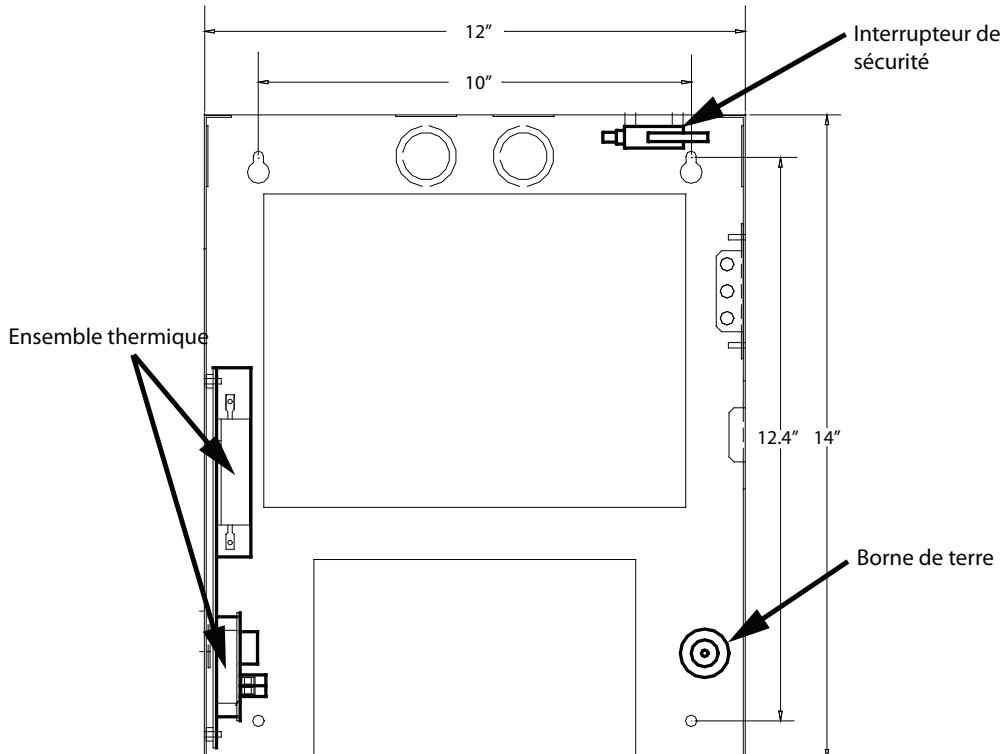

Figure 5. Dimensions du capotage arrière du contrôleur et l'emplacement de composant facultatif
Le contrôleur d'accès par carte est monté en surface, à l'aide de quatre vis, comme le montre la figure 5. Le capotage arrière mesure 15 pouces de large sur 14 pouces de long. Les deux trous de montage du haut sont séparés de 10 pouces.
Le boîtier du contrôleur d'accès se fixe sur une solive murale en utilisant les trous de montage, comme le montre la figure 5.
2. Utiliser le capotage arrière du contrôleur comme gabarit et marquer les deux trous de montage du haut séparés de 10 pouces comme le montre la figure 5.
Installer le kit thermique dans le capotage arrière du côté gauche dans l'emplacement indiqué sur la figure 5.
L'interrupteur d'autoprotection se situe au coin supérieur droit du capotage arrière, montré sur la figure 5. Raccordez le fil de l'interrupteur d'autoprotection à l'entrée d'usage général et corrélérer l'ouverture du couvercle à une sortie spécifique (action). Pour une description complète des corrélations, référez-vous au chapitre 2: Fonctions configurables.
La connexion au réseau électrique se situe en bas à droite de la carte contrôleur principale et reçoit une alimentation de 16 V c.a., 40 VA. Utilisez un fil de calibre 18 AWG. Un transformateur enfichable externe PS-4 ou PS-4P se branche sur les bornes d'alimentation. Se référer aux figures 5 et 7.